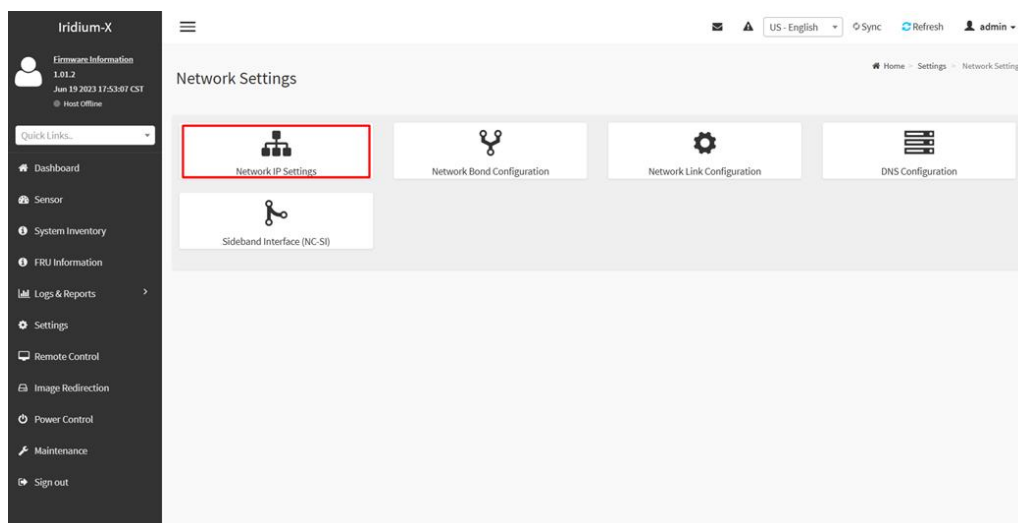

Рисунок 45 – Раздел Network Settings
2) Перейдите во вкладку «**Network IP Settings**» (см. Рисунок 45).